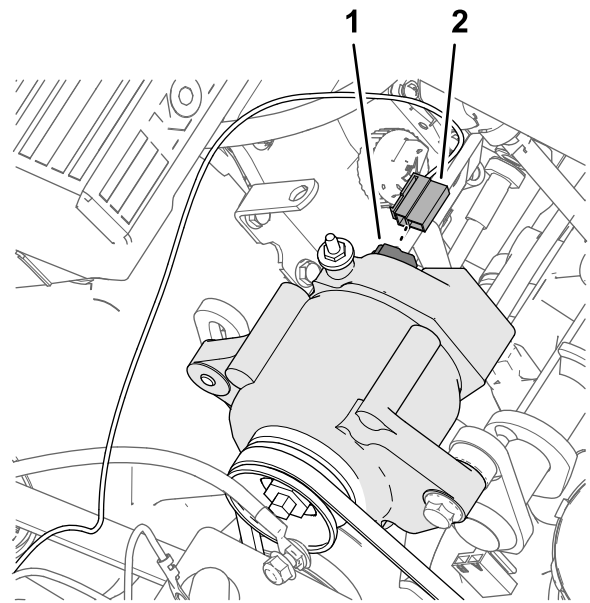

Figura 187
- Insira o conector de duas tomadas na extremidade do fio cor de rosa da cablagem do kit de 57 cm (Figura 187) no conector de dois pinos do alternador (50 A).